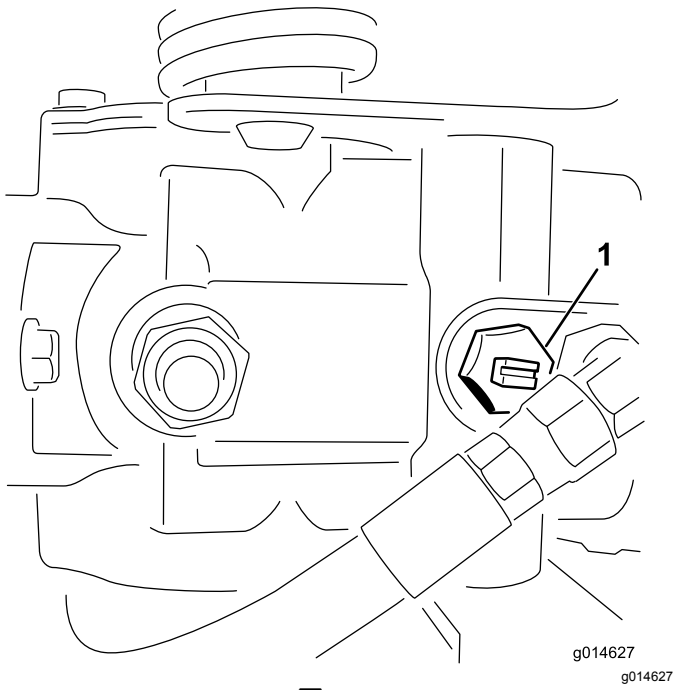

图40
- 找到并旋转泵上的旁通阀、使槽处于垂直位置 (图 40)。
2. 启动发动机之前、旋转旁通阀、使槽处于水平位置、这样就可以关闭旁通阀 图40。旁通阀打开时切勿启动发动机。